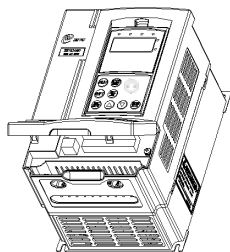

图 3-4 塑胶盖板的拆卸与安装图
- 2> 将顶部的安装爪对接在箱体顶部的钩口中，用力往下按即可，如图 3-4 所示。